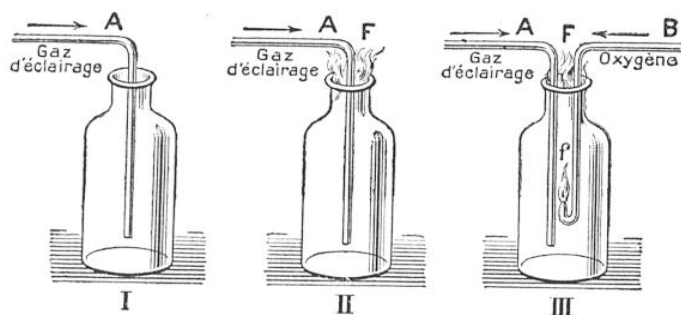

FIG. 3. — L'OXYGÈNE PEUT PRENDRE FEU
en vapeur d'eau; comme toujours, la combustion est plus complète dans un chalumeau, qui rappelle le chalumeau air-gaz d'éclairage et où on envoie de l'hydrogène et de l'oxygène, c'est le chalumeau oxyhydrique. Remarquons incidemment que, si l'hydrogène est pour nous un corps combustible et l'oxygène, un corps comburant, cette distinction n'a rien d'absolu: on connaît des dispositifs, dont le plus simple est représenté par la figure 3, qui permettent de faire brûler de l'oxygène dans une atmosphère d'hydrogène ou de gaz d'éclairage. Une flamme quelconque n'est, en effet, qu'une combinaison d'un gaz dans notre milieu habituel qui est l'oxygène (mélangé d'azote). Par conséquent, si le milieu extérieur — ici le gaz du flacon — est devenu de l'hydrogène (ou du gaz d'éclairage), on peut dire, par analogie, que la combinaison s'effectue maintenant sous forme de flamme d'oxygène (1).
(1) Il n'y a, d'ailleurs, aucune raison pour que le gaz d'éclairage brûle dans le flacon, puisque l'oxygène disparaît par la flamme dès la sortie du tube B (fig. 3).